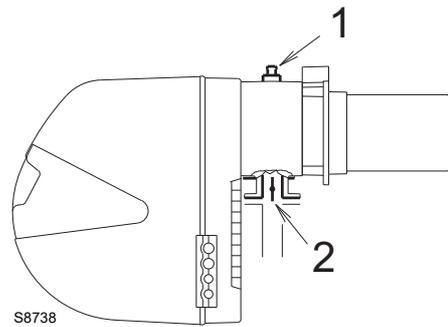

Abb. 27
Gasdruck gemessen an Anschluss 1)(Abb. 27), mit:
Strömungsverlust Gasdrossel 2)(Abb. 27) bei maximaler Öffnung: 90°.
- Ziehen Sie vom Gasdruck am Anschluss 1)(Abb. 27) den Druck in der Brennkammer ab.
Zur Ermittlung des für den an der Entnahmestelle 1)(Abb. 27), erforderlichen Gasdrucks, nachdem die gewünschte Leistung des Brenners festgelegt wurde:
- Rechts, in Spalte 1, den Druck an der Entnahmestelle 1)(Abb. 27) ablesen
erforderlicher Druck an der Entnahmestelle 1)(Abb. 27).